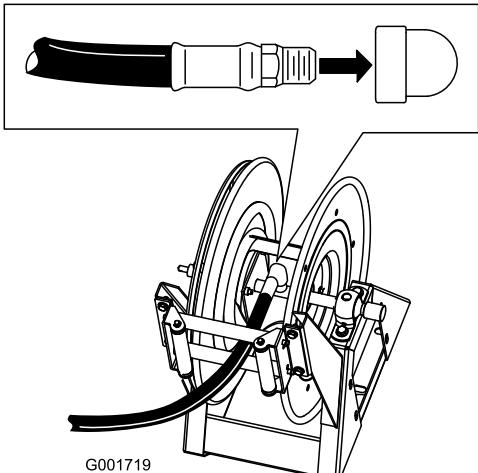

図 17
1. 長いホースのフィッティングのねじ山部分にテフロンTeflon®テープを巻き、フィッティングをリールの接続チューブに取り付ける図 17。